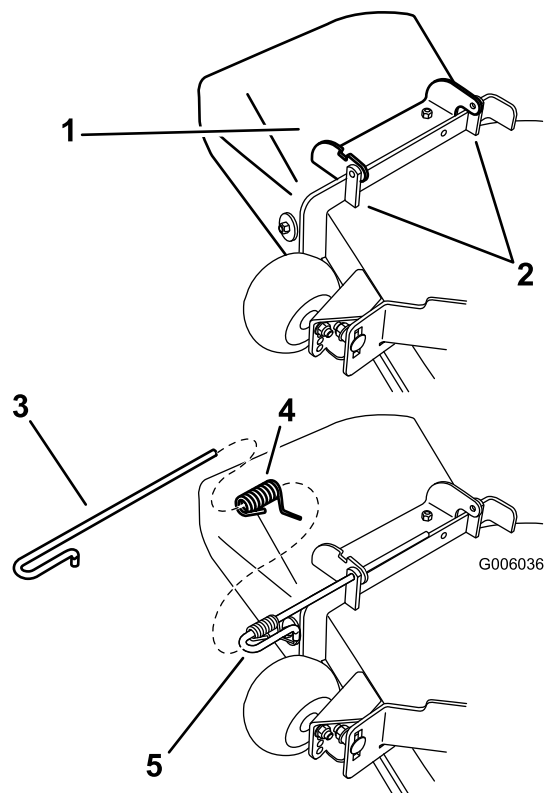

Figura 69
1. Desenganche el muelle de la muesca del soporte del deflector, y retire la varilla de los soportes soldados de plataforma, el muelle y el deflector de descarga (Figura 69). Retire el deflector de descarga dañado o desgastado.
- Coloque el nuevo conjunto del deflector de descarga con los extremos de los soportes entre los soportes soldados de la plataforma, según se muestra en la Figura 69.